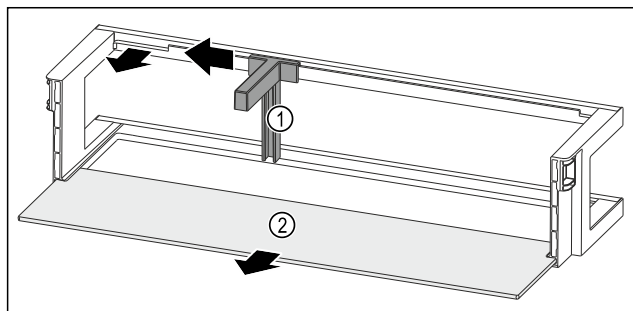

Fig. 93 Balconnet de contre-porte avec porte-bouteilles et tablette de rangement
- ▶ Pousser le porte-bouteilles Fig. 93 (1) sur le côté jusqu'à l'évidement.
- ▶ Retirer le porte-bouteilles Fig. 93 (1).
- ▶ Retirer la tablette de rangement Fig. 93 (2).